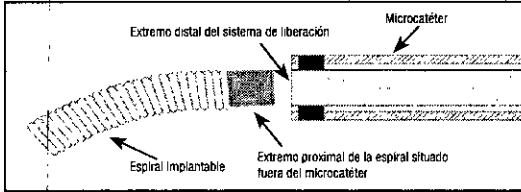

Figura 5 - Desdoblamiento de la espiral
41. Después de confirmar el desacoplamiento, saque el sistema de liberación totalmente del microcatéter. Puede que sea necesario avanzar el sistema de liberación ligeramente (el extremo distal del sistema de liberación atraviesa justo el marcador de la punta del microcatéter) para asegurarse de que ninguna parte de la espiral permanezca en el microcatéter. Vea la figura 5.